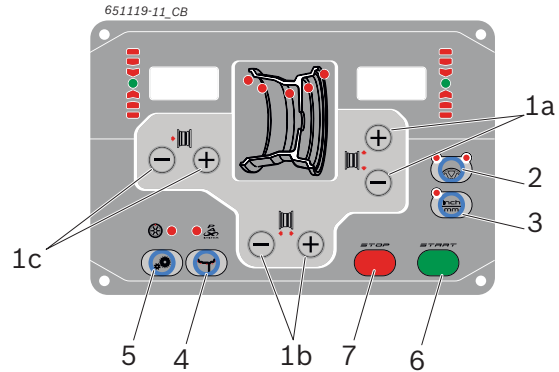

Fig. 9: Кнопки на панели управления/панели отображения
➔ Посредством светодиодов (Fig. 9, поз. 1) будут визуализироваться плоскости балансировки для каждой программы балансировки.
И Если выбрана программа балансировки PAX, также загорается светодиод Pax (Fig. 9, поз. 5).
Точка измерения отображается на экране в зависимости от выбранной программы балансировки. (Fig. 9, pos. 1)